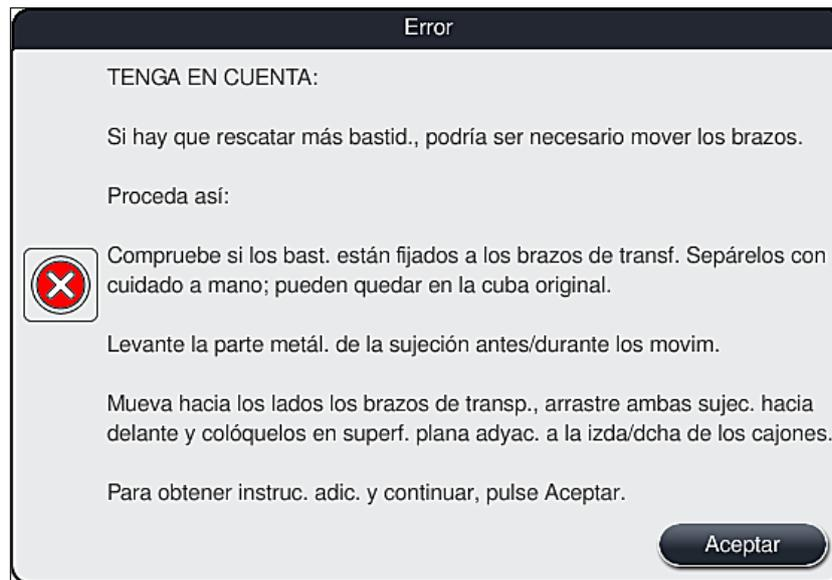

Fig. 111
3. Después de pulsar el botón **Aceptar** (→ "Fig. 110") aparece otro mensaje informativo (→ "Fig. 111") que ofrece instrucciones al usuario con respecto al procedimiento correcto para retirar las cestas correspondientes.